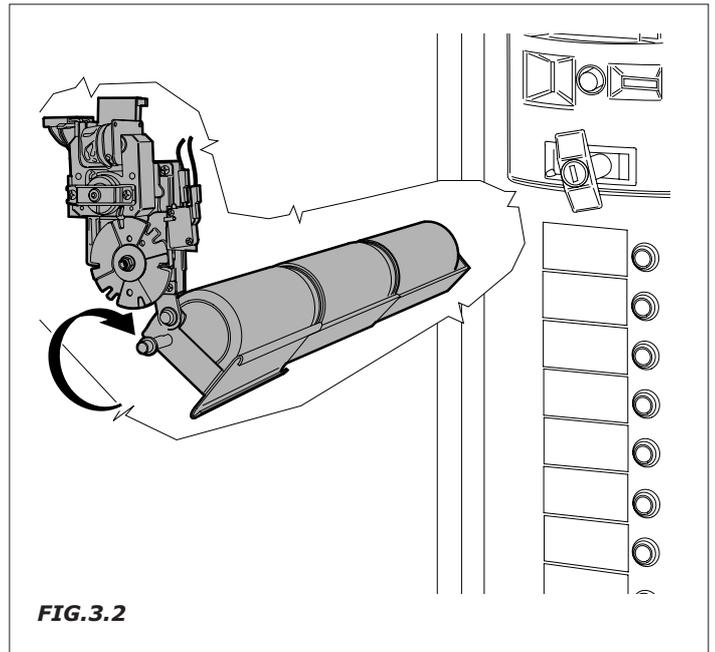

FIG.3.2
- el motor de la columna en la que se encuentra la bebida elegida, cumple una rotación en función del tipo de producto por distribuir y deja caer el producto mismo sobre la bandeja de recogida (Fig.3.2).